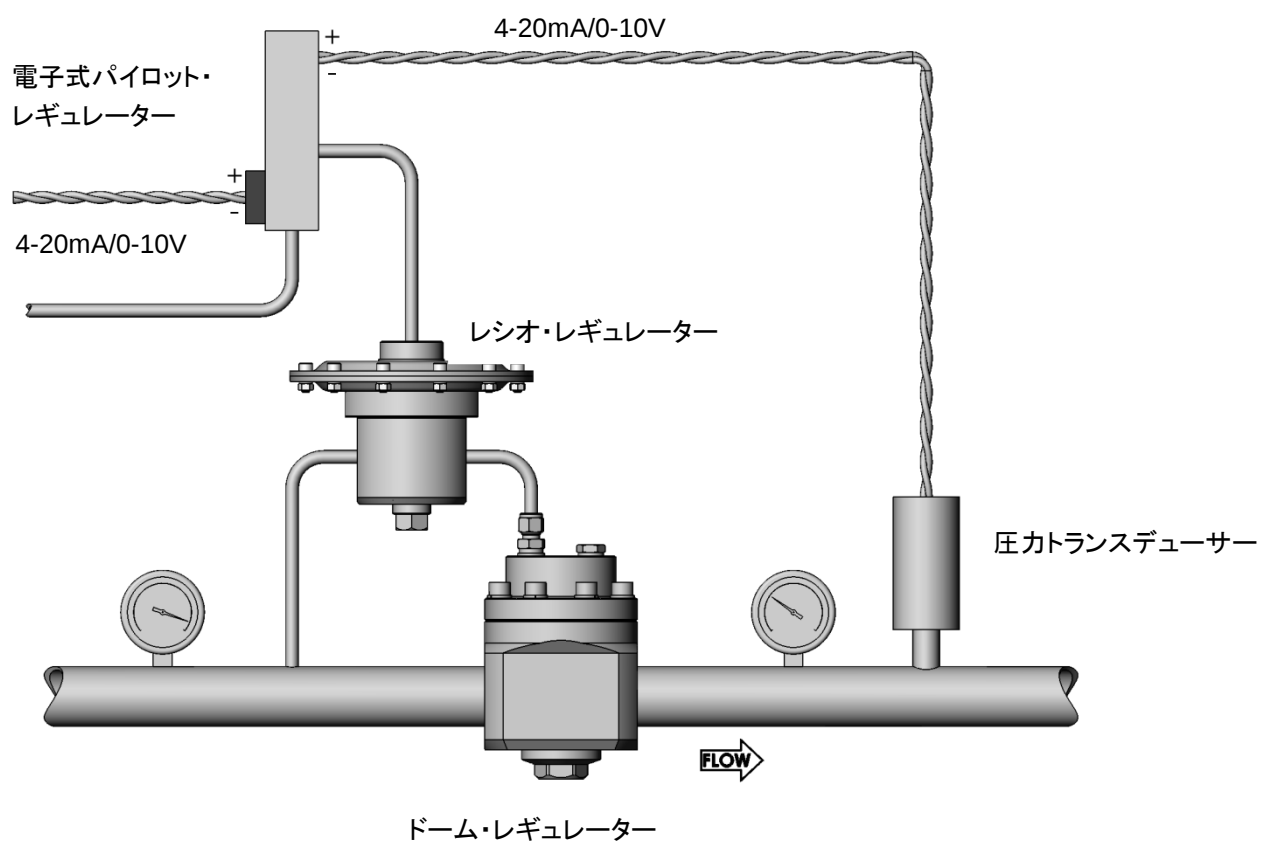

図 5
- **レシオによる調整**：この手法で使用するレシオ・パイロット・レギュレーターは、システム圧力を利用し、ドーム内の圧力を調整します。パイロットの調整は、電子式レギュレーターと圧カトランスデューサーの組み合わせ（図 5）、または外部ドームによる供給により行います。レシオ・パイロットの二次側圧力は、その感知圧力よりも相対的に大きくなります。これにより、メインのレギュレーターは低圧で調整できる上、十分な二次側圧力を得ることができます。この手法は、液体用途には適していません。